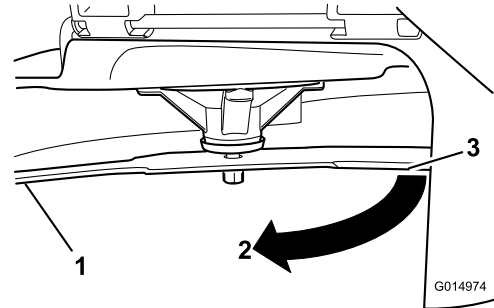

Figura 63
4. Gire la misma cuchilla 180 grados de manera que el otro extremo esté en la misma posición (Figura 63).